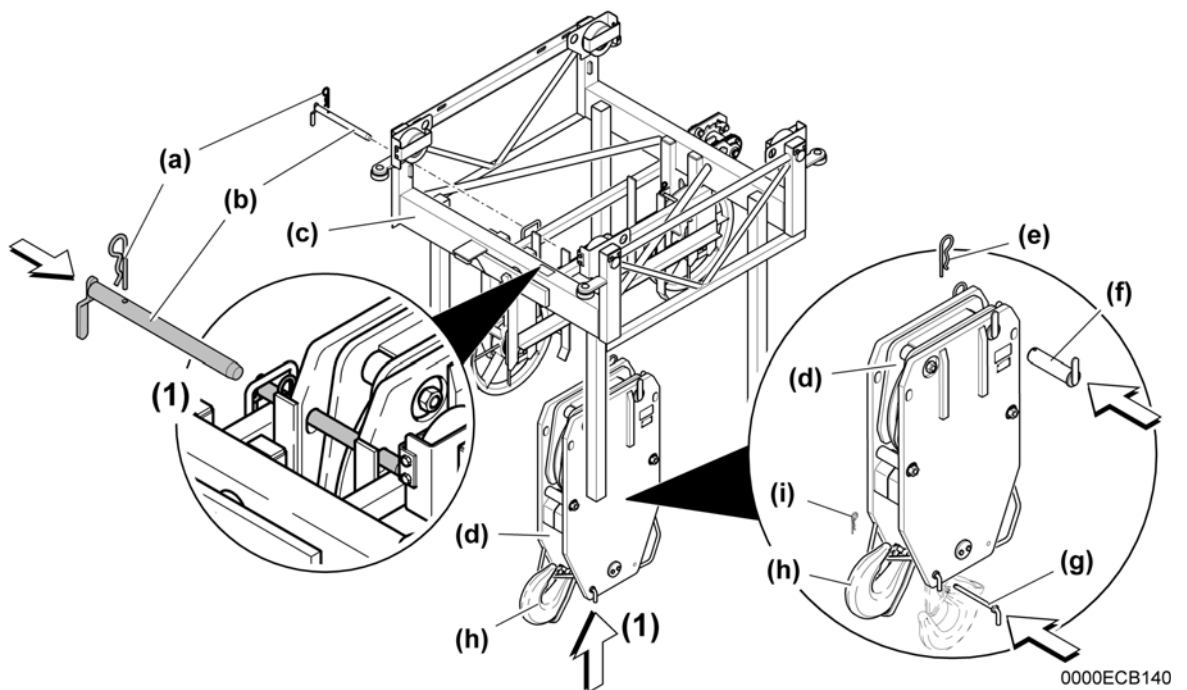

Fig. 6-102 Laufkatze und Unterflasche montieren
- ▶ Laufkatze (j) (mit angebolzter Unterflasche (siehe: Fig. 6-102)) in den schon vormontierten Ausleger einschieben. (4)